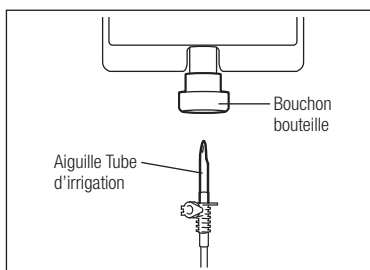

Fig.9
- 2) Insérez l'aiguille du tube d'irrigation dans le bouchon de la bouteille. (Fig.9)